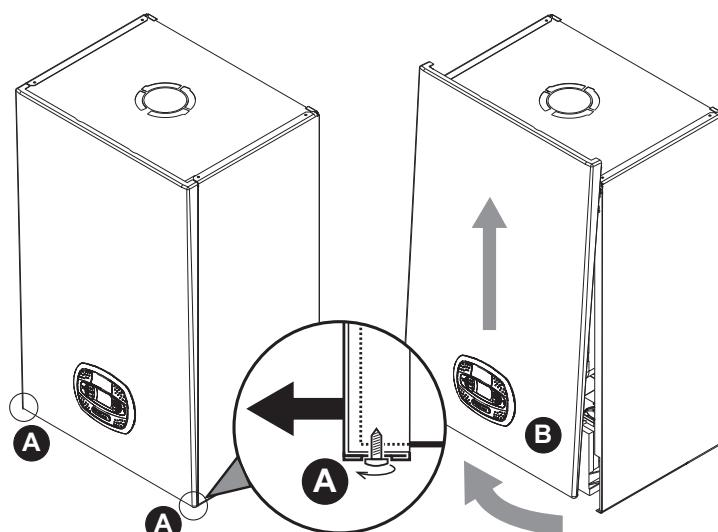

fig. 33- Deschiderea panoului frontal
1. Deșurubați parțial șuruburile A (vezi fig. 33).